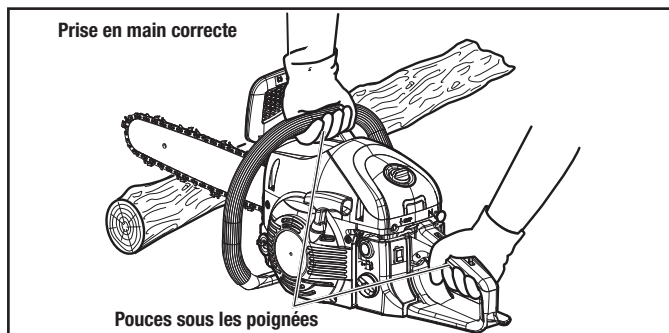

Figure 6
- Serrez fermement les poignées avec les pouces d'un côté et les doigts de l'autre (Fig. 6). Cela permet de réduire les risques de perte de contrôle de la scie à chaîne en cas de rebond. Toute prise en main avec les pouces et les doigts du même côté des poignées est dangereuse.